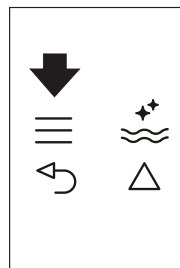

Fig. 22
- ▶ Apăsăți pe pictograma  (B2) pentru a accesa meniul (Fig. 22) sau apăsați pe pictogramele